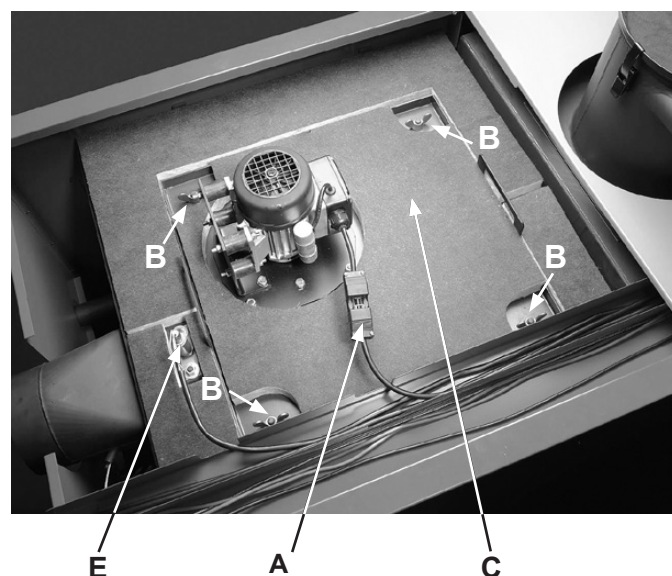

Fig. 12
Il faut nettoyer le collecteur de gaz de combustion au moins une fois par an en plus des points décrits à la rubrique «Nettoyage tous les 2 à 6 mois». À cet effet, démonter le couvercle du collecteur de gaz de combustion avec le ventilateur (Fig. 12).
- dévisser la poignée étoile (2, fig. 12), retirer la tige filetée et déplacer le bac à cendres vers l'avant. Retirer le cache du réservoir à granulés. Eliminer les cendres.